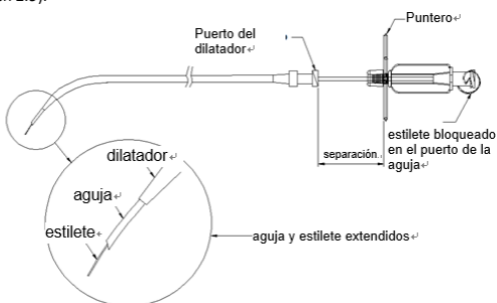

Figura 1
- Inserte el conjunto de la aguja en la vaina y el dilatador. El dilatador está equipado con un tope, por lo que habrá un espacio entre el puerto del dilatador y el puntero de la aguja. (Consulte la figura 1. y su ampliación en 2.9).